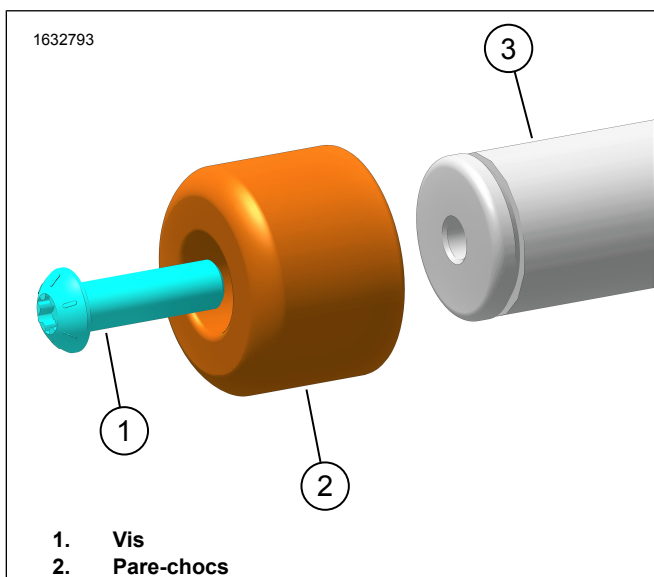

Figure 4. Remplacement du pare-chocs
1. Voir la Figure 4. Retirer et jeter la vis (1) et le pare-chocs (2).
2. Installer le pare-chocs (2).
3. Installez les vis (1). Serrer.